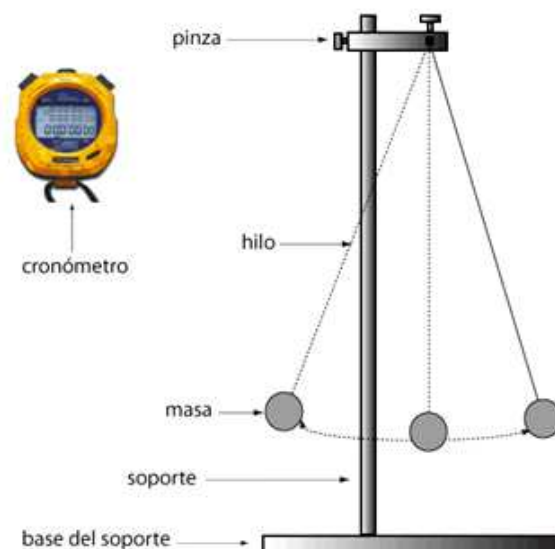

Figura 11.2. Montaje del equipo para el experimento de movimiento pendular.
- Usando el soporte universal, la pinza de sujeción, la esferita y el hilo de 20 cm, arme el equipo como se muestra en la figura 11.2.